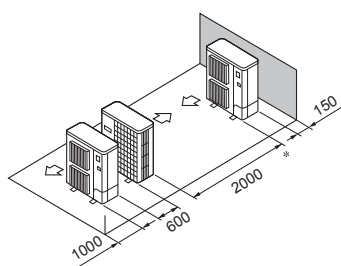

Fig. 2-13
- ⑤ Uppställning med en enskild parallell enhet (Fig. 2-13)